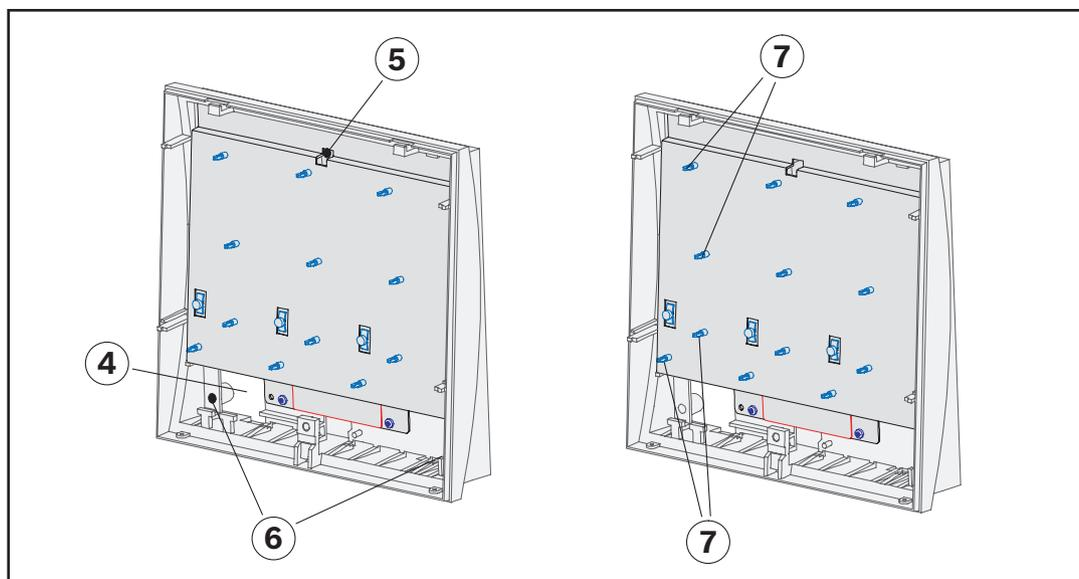

Figura 4.4: Montaje de la carcasa del panel BAT 100 LSN y fijación del ATG
5. Introduzca el cable por detrás de la parte posterior de la carcasa (consulte la *figura 4.4* (4)). Cuelgue la parte posterior de la carcasa en el tornillo superior y alinéela (5). Apriete los dos tornillos inferiores (6) y fije el tornillo superior.
6. Fije los kits ATG a los separadores del panel BAT 100 LSN (hágalo siempre de izquierda a derecha) junto al módulo ATG preensamblado. La *figura 4.4* muestra los separadores para el primer ATG (7).